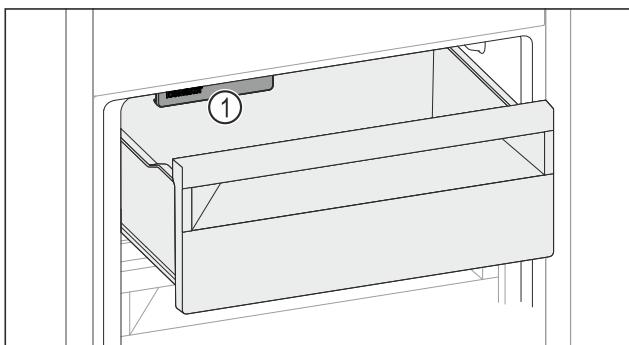

Fig. 61
- Учитывайте IceMaker Fig. 61 (1).